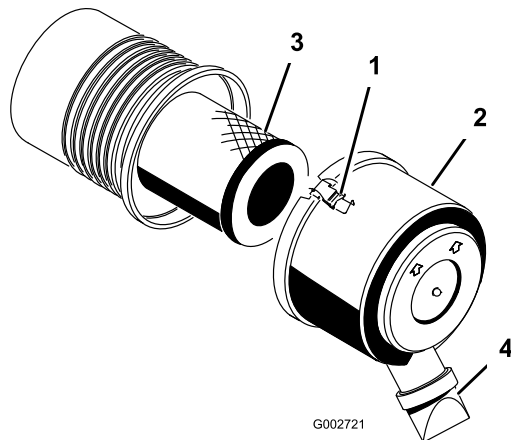

Figure 29
1. Desserrez les attaches qui fixent le couvercle sur le boîtier du filtre à air (Figure 29).